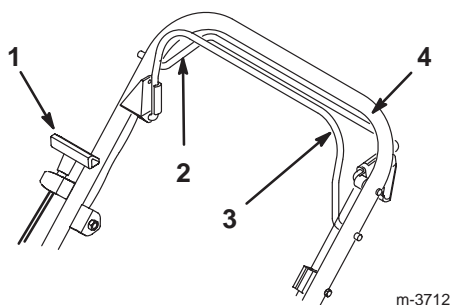

Abbildung 8
Der Startergriff, der Selbstantriebsbügel und der Mähwerkbetätigungsbügel befinden sich an der oberen Griffstange, siehe Abbildung 8.
3. Den Schnittmesserbetätigungsbügel gegen die obere Griffstange halten (Abb. 8).
4. Leicht am Startergriff ziehen, bis Widerstand gespürt wird. Dann kräftig ziehen (Abb. 8). Das Seil langsam zum Griff zurückkehren lassen.